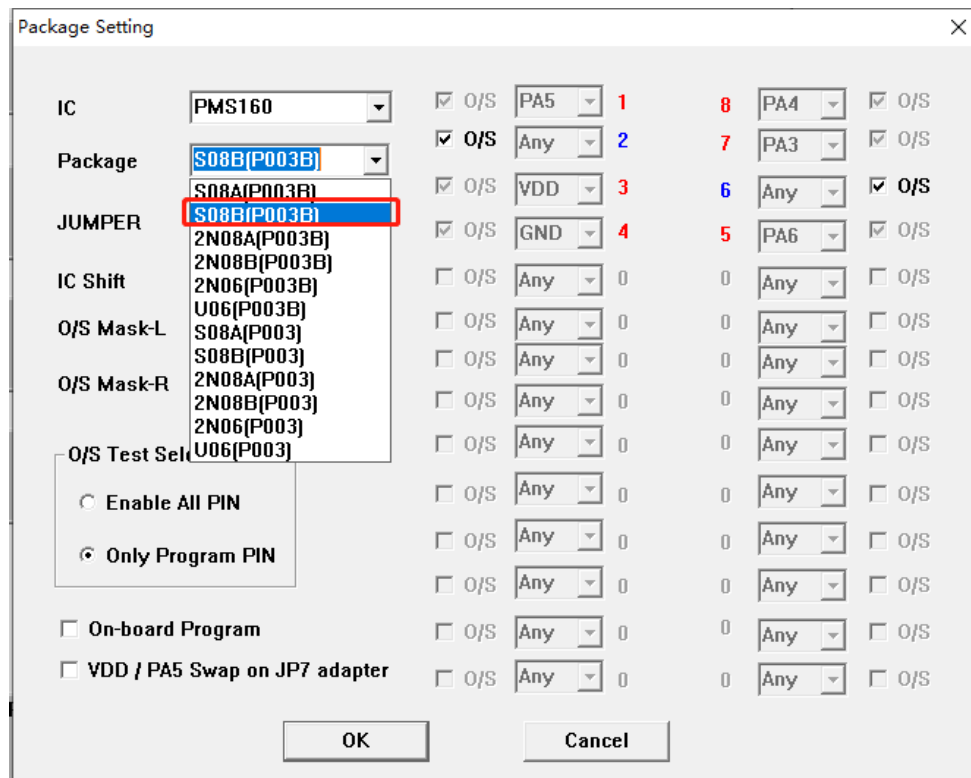

图 27: PMS160-S08B 在 P003B 转档配置
1. 使用 PDK5S-P-003B 烧录 PMS160 时，只有 S08A 封装是烧录器背面 jumper 插 JP2 位置，正面烧录插座往下空移 4 格，即可烧录。而其他封装都需要转档，使用 Jumper7 跳线。接下来以 PMS160-S08B 的烧录为例，其他封装需对应修改“package setting”界面和 Jumper7 跳线方法即可。封装设置如图 27 所示：